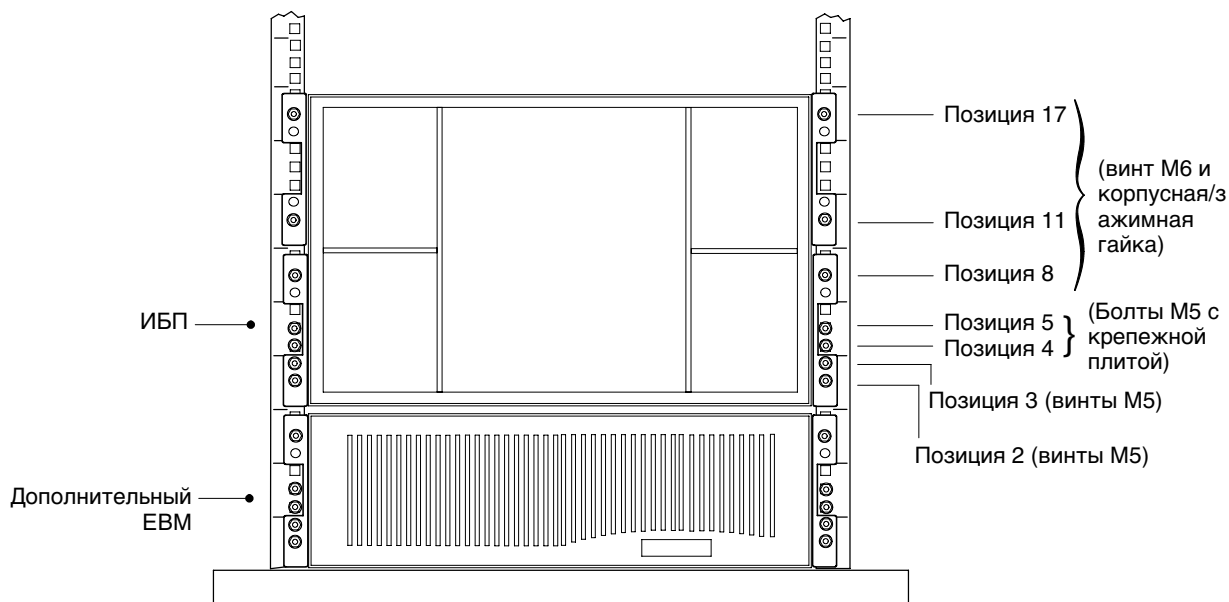

Рисунок 4. Крепление передней части ИБП
ПРИМЕЧАНИЕ. ИБП крепится в положениях 1–18 (см. рис. 4 на стр. 70).
1. При помощи двух крепежных винтов М5 и крепежной пластины прикрепите направляющую к передней части стойки (см. рис. 4 на стр. 70).
7. Установите шесть корпусных/зажимных гаек, как показано на рис. 4.
9. Закрепите переднюю часть корпуса в стойке, как показано на рис. 4.